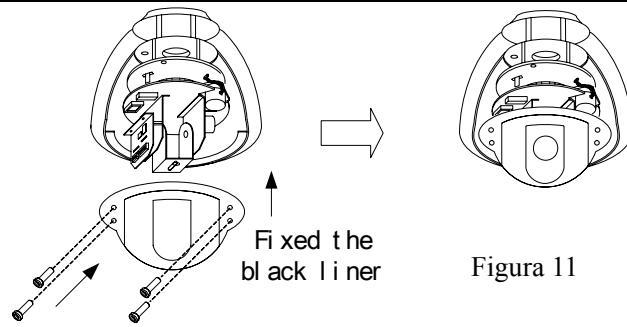

Figura 11
- 6) Retire la cubierta de plástico para seleccionar el protocolo y la Id, luego vuelva a ponerla (figura 11)